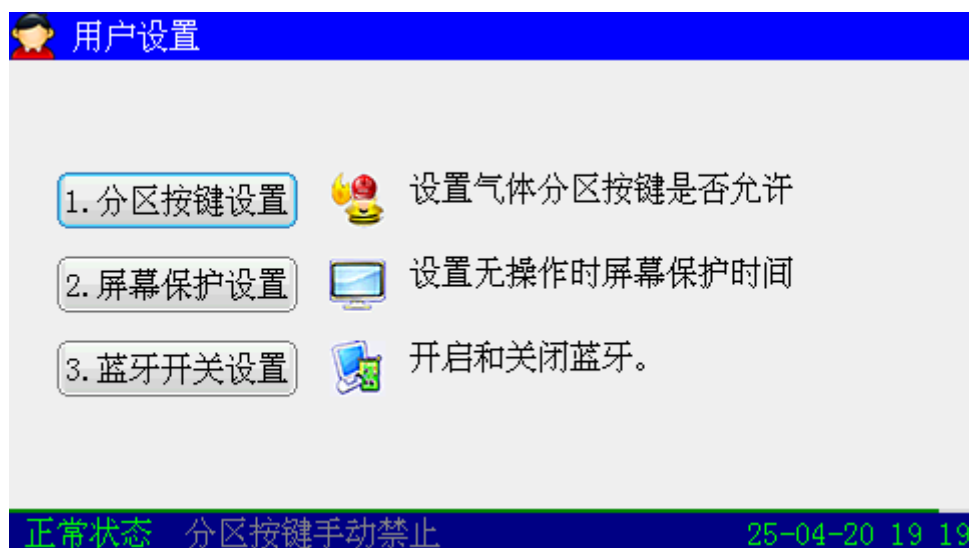
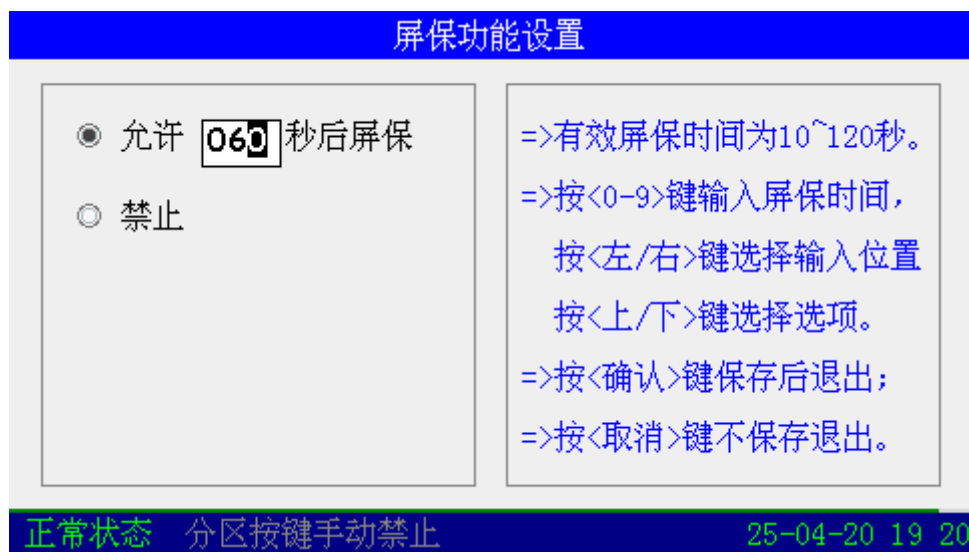
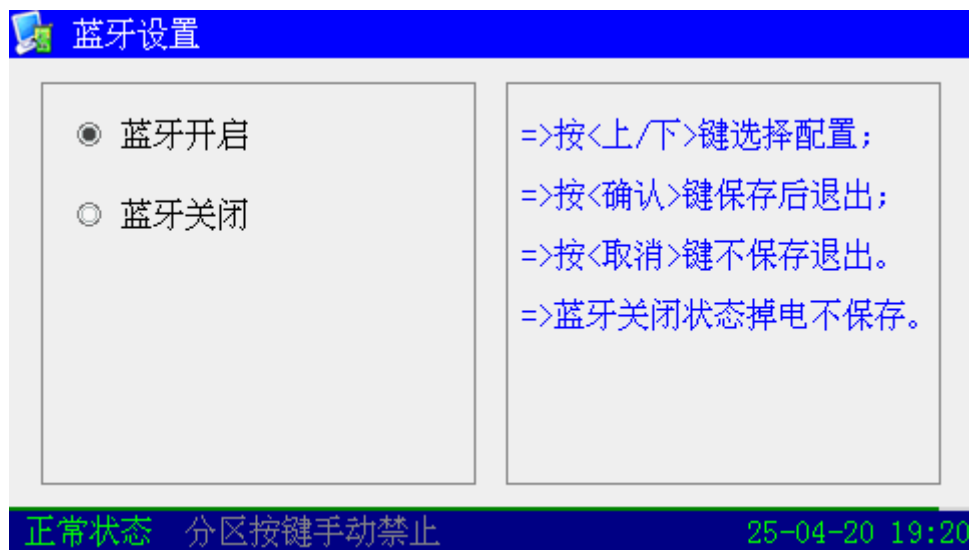

图7-26
图7-29
图7-30
- 输入用户密码并确认后，屏幕显示出如图7-26所示的界面：
当 QKPH 可以通过以下方式设置屏幕保护时间：在“用户设置”界面（图7-26），通过按【▶】、【◀】、【▼】、【▲】键选中“2.屏幕保护设置”，进入如图7-29所示界面，按【▶】、【◀】、【▼】、【▲】键或数字键选择是否设置屏保及屏保时间。
当 QKPH 可以通过以下方式开启/关闭蓝牙：在“用户设置”界面（图7-26），通过按【▶】、【◀】、【▼】、【▲】键选中“3.蓝牙开关设置”，进入如图7-30所示界面，按【▶】、【◀】、【▼】、【▲】键选择“蓝牙开启”即可开启蓝牙，选择“蓝牙关闭”即可关闭蓝牙。